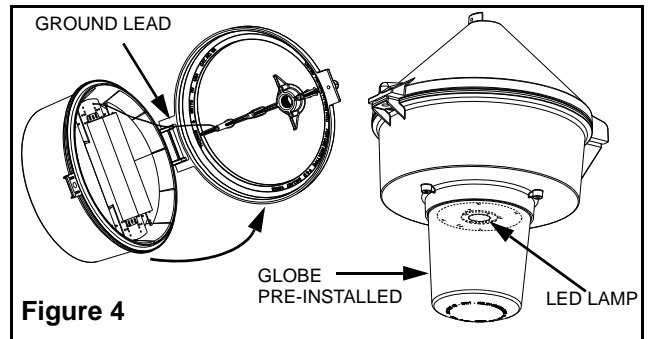

Figure 4
4. Hang the luminaire tank on the luminaire mount hinge (Figure 4).
5. Attach ground bonding lead to supplied grounding screw in luminaire mount (Figure 4). Connect supply wires to luminaire driver leads.
4. Suspendre le réservoir du luminaire sur l'articulation de la monture du luminaire (Figure 4).
5. Fixer le fil de mise à la terre à la terre fournie dans la monture du luminaire (Figure 4). Connecter les fils d'alimentation aux conducteurs du pilote du luminaire.